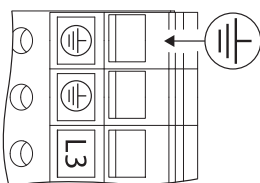

Fig. 27: Ligação à terra adicional
- Devido à alta corrente de fuga nos motores a partir de 11 kW, é necessário fazer uma ligação à terra reforçada adicional de acordo com a norma EN 50178 (consultar a Fig. 27).